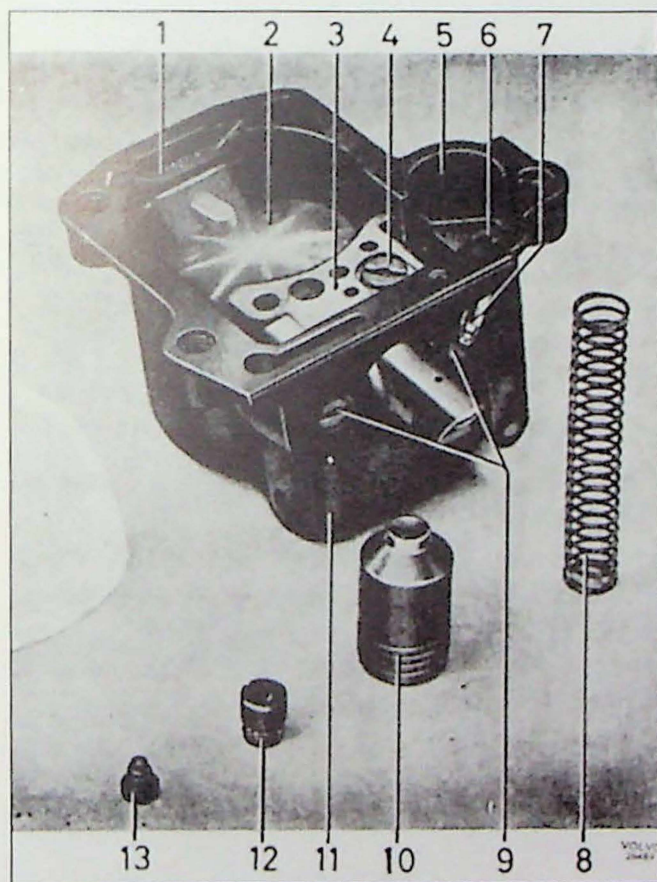

Fig. 3.3. Vlotterkamer Zenith carburateur.
2. Neem de borgclip (1, Fig. 3.3) weg en licht de vlotter op (2). Let op de 'TOP' marking.